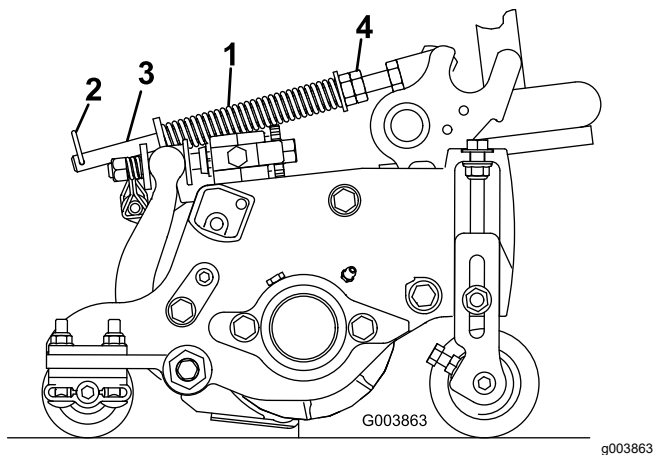

Bild 21
Die Rasenkompensierungsfeder (Bild 21) verlagert das Gewicht von der Front- zur Heckrolle. (Dies reduziert ein Bobbing genanntes Wellenmuster auf der Rasenfläche.)
1. Stellen Sie sicher, dass der Lastösenbolzen in das hintere Loch in der Federstange eingesetzt ist (Bild 21).
2. Ziehen Sie die Sechskantmuttern vorne an der Federstange an, bis die komprimierte Länge der Feder 15,9 cm beträgt (Bild 21).